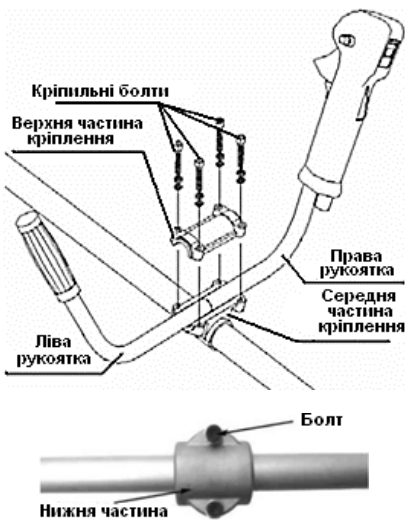

Рисунок 3
3.1 Встановлення рукояток управління (рисунок 3)